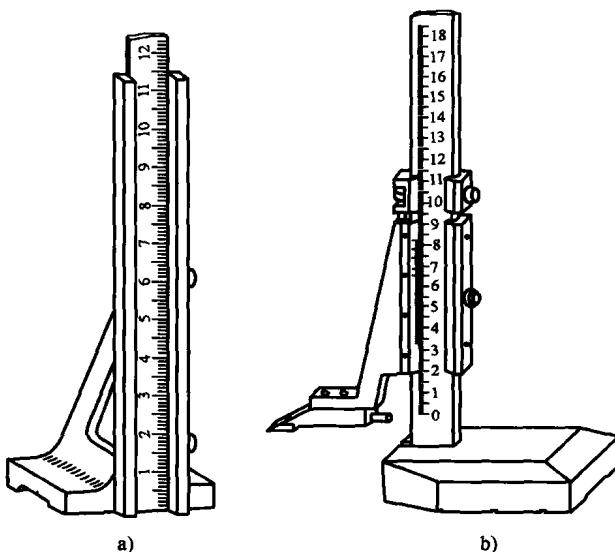

图 6 高度尺
(6) 高度尺 (图 6) 图 6a 为普通高度尺，由金属直尺和底座组成，用以给划线盘量取高度尺寸。图 6b